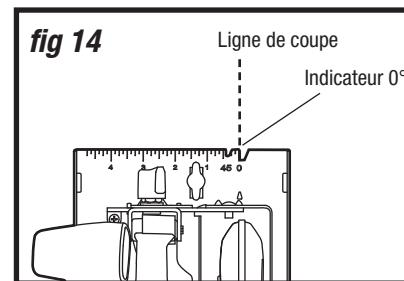

fig 14
1. Placez TOUJOURS vos mains correctement sur la scie lorsque vous l'utilisez : une sur la poignée principale pour appuyer sur l'interrupteur à détente et l'autre sur la poignée auxiliaire avant (Fig. 14). Évitez de placer vos mains sur la pièce pendant la coupe.
EFFECTUER DES COUPES TRANSVERSALES ET DE REFENTE (fig 14)